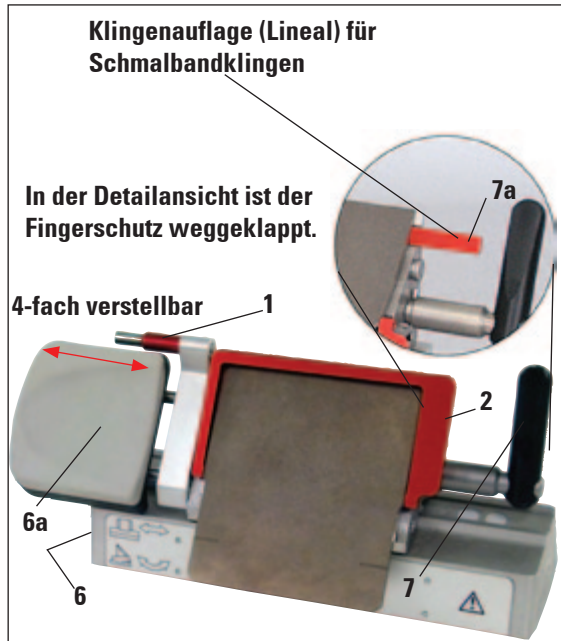

Abb. 14
- Klingenauswurfhilfe (1) und Fingerschutz (2)
- Freiwinkeleinstellung (5) mit Inbus-Schlüssel SW 4 (sh. Detailabb. links am Klingenthaler) - empfohlener Winkel zwischen 2° und 5°
- Hebel (6) für die Lateralverschiebung
- Hebel (7) für die Klemmung der Klinge
- Klingenauflage (Lineal) für Schmalbandklingen (7a, Abb. 14) zum Einsetzen in den Premium-Klingenhalter.
- Klingenauflage (Lineal) für Schmalbandklingen (**7a**, Abb. 14) zum Einsetzen in den Premium-Klingenhalter.